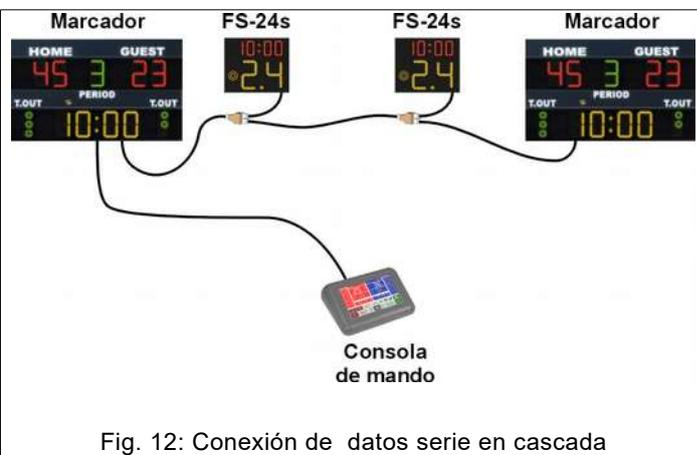
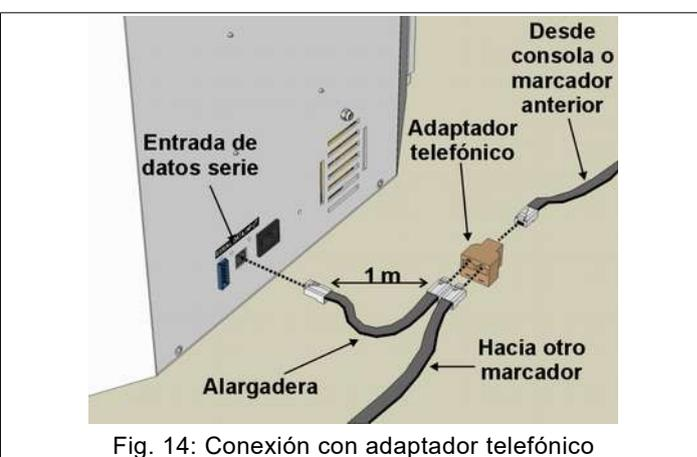

Fig. 12: Conexión de datos serie en cascada
Fig. 14: Conexión con adaptador telefónico
2. Conexión distribuida (véase la Fig. 12, Fig. 14). Las conexiones son realizadas en cascada, desde un marcador hacia el siguiente. De este modo, si un cable se corta, se apagan varios tableros.